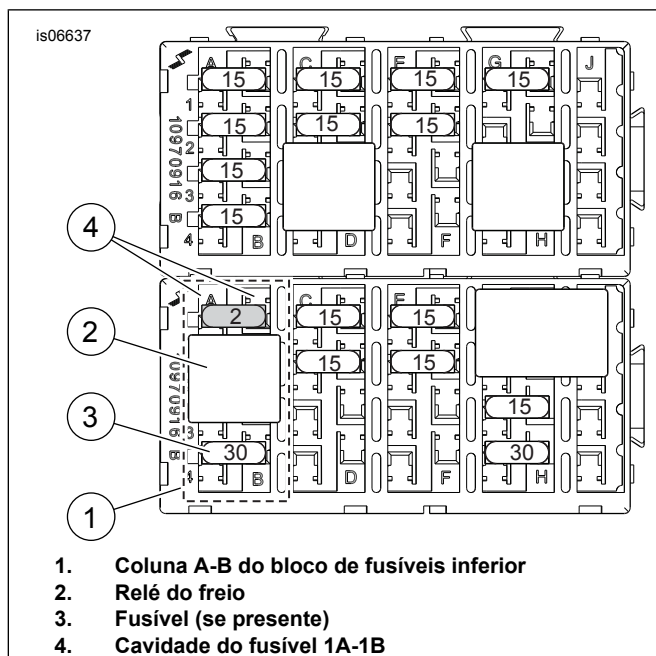

Figura 11. Cavidade de fusível “P&A IGN” (modelos Touring ano 2008 e posteriores)
- Veja Figura 11. Localize a cavidade de fusível 1A-1B (marcada com "P&A IGN" e "2A MAX" na tampa), no bloco de fusíveis inferior (1). Remova o relé do freio (2) e o fusível (3, se houver) instalados na coluna A-B e anote a localização deles.